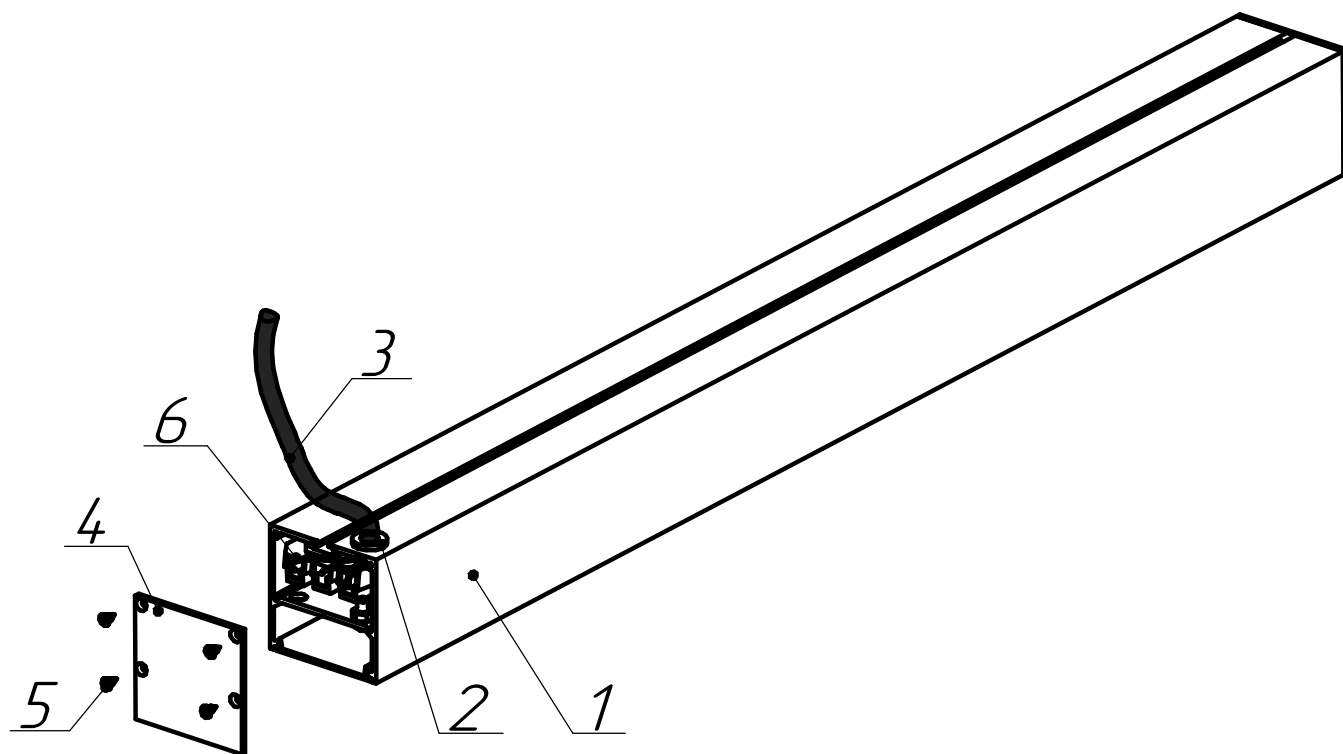

Рисунок 3 - Схема подключения светильника серии ДПО02 5050
5.6 Подключить сетевой провод к клеммам в соответствии с указанной полярностью (см. рисунок 3 и 4).
5.7 Установите торцевую крышку на светильник с помощью саморезов (см. рисунок 3).